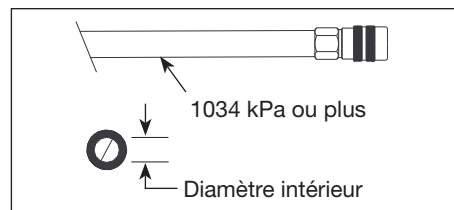

Figure 5 - Exigences du tuyau à air
**BOYAU D'ALIMENTATION D'AIR :** **TOUJOURS** utiliser des boyaux d'alimentation d'air avec une pression de service minimale égale à ou supérieure à la pression de la source de courant, ou 1 034 kPa (150 lb/po2), selon la valeur la plus élevée. Utiliser un tuyau d'air d'au moins 6,4 mm (1/4 po) pour les distances jusqu'à 15,24 m (50 pi). Utiliser des tuyaux d'air de 9,5 mm (3/8 po) pour les distances de 15,24 m (50 pi) ou plus (voir la figure 5 et le tableau 2).